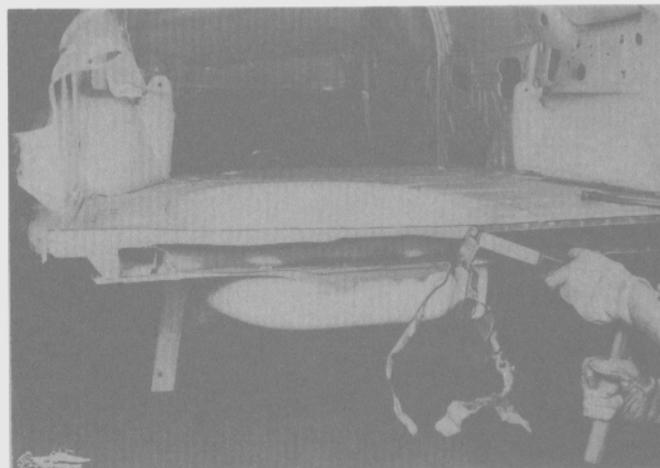

Fig. 274
- Retirar los restos del panel de las pestañas (Fig. 274).